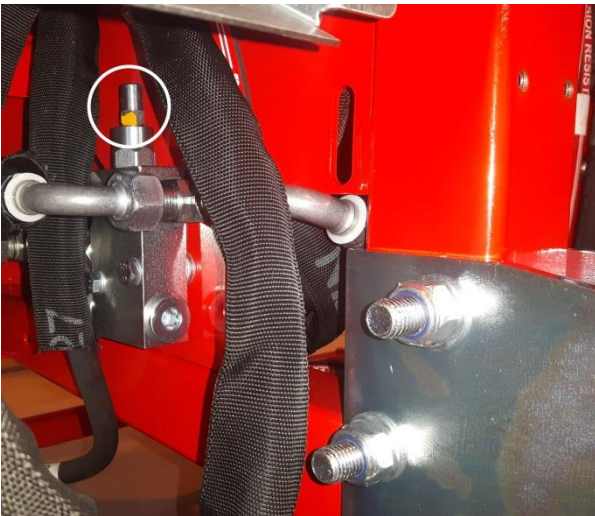

Abb. 45
3. Sicherheitsventil des Ausstoßförderers (160 bar) Abb. 45